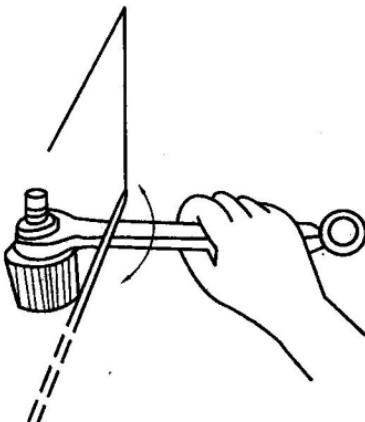

图 1.4 调节复印机的安装水平度
5) 静电复印机应放在坚实的水平面上，在移动或改变安放地点时，均应细心放妥，注意水平。应用水平仪在稿台玻璃上测量水平状态，采取加垫片或改变调整角高度等措施，保证机身前后左右、边缘及稿台玻璃对角线水平度为“0”。水平调节如图 1.4 所示。